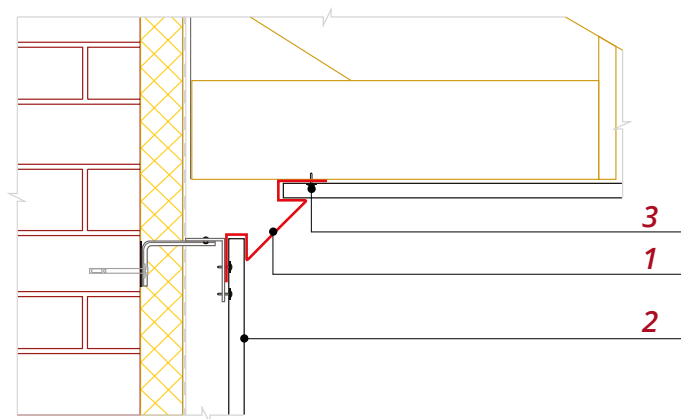

Рис. 6
3. Более эстетичным вариантом перехода является вариант с использованием Планки угла внутренне-го сложного (рис. 6).